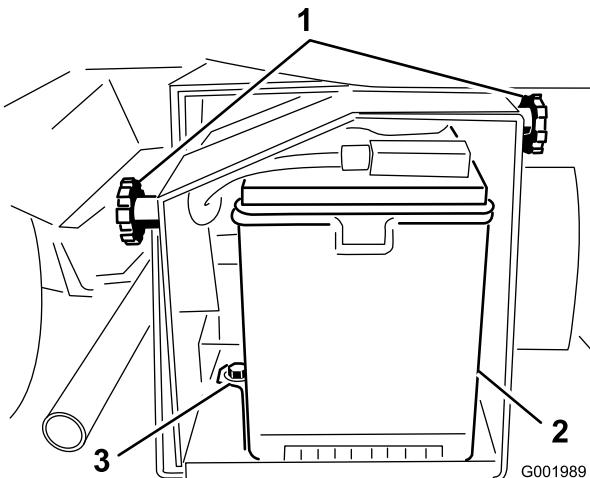

Figura 55
- Allentate le manopole ai lati della cassetta della batteria e togliete il coperchio della batteria (Figura 55).
5. Togliete la cinghia della batteria e i dispositivi di fermo (Figura 55).
2. Montate la cinghia della batteria e fissatela con i dispositivi di fermo tolti in precedenza (Figura 55).
4. Montate il coperchio della batteria e fissatelo con le due manopole (Figura 55).
1. Allentate le manopole ai lati della cassetta della batteria e togliete il coperchio della batteria (Figura 55).